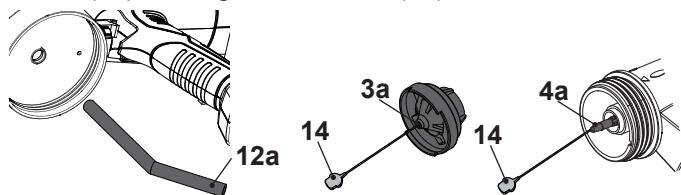

Fig. 13
- > Retire o tubo de sucção (12a) do recipiente de tinta (12) (Fig. 13).
- > Retire a porca de união (1), a tampa de ar (2) e o bico de pulverização (3) da cabeça de pulverização (4).
- > Limpe cuidadosamente todas as peças desmontadas com agente de limpeza. Use a agulha de limpeza (14) para remover qualquer resíduo de tinta do orifício do pulverizador (3a) e da agulha do bocal (4a)